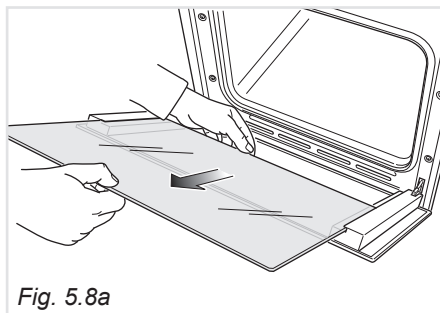

Fig. 5.8a
- Sfilare delicatamente il vetro interno (fig. 5.8a) e pulirlo con prodotti idonei. Asciugarlo sempre accuratamente.